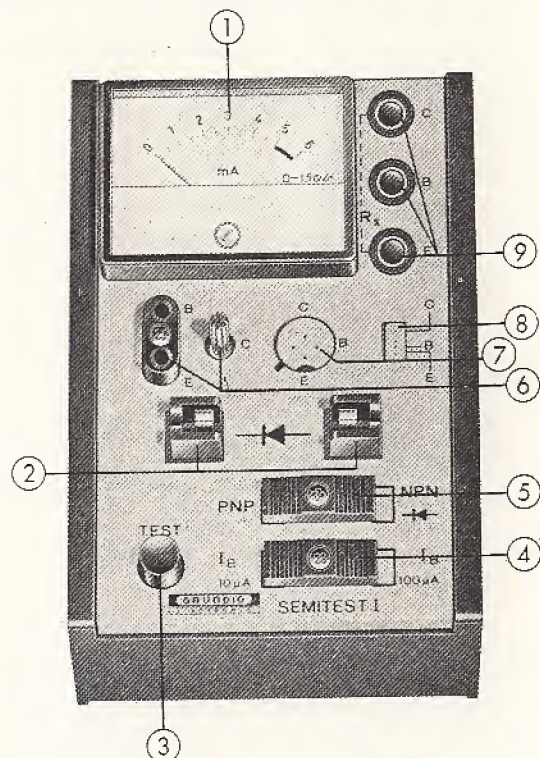
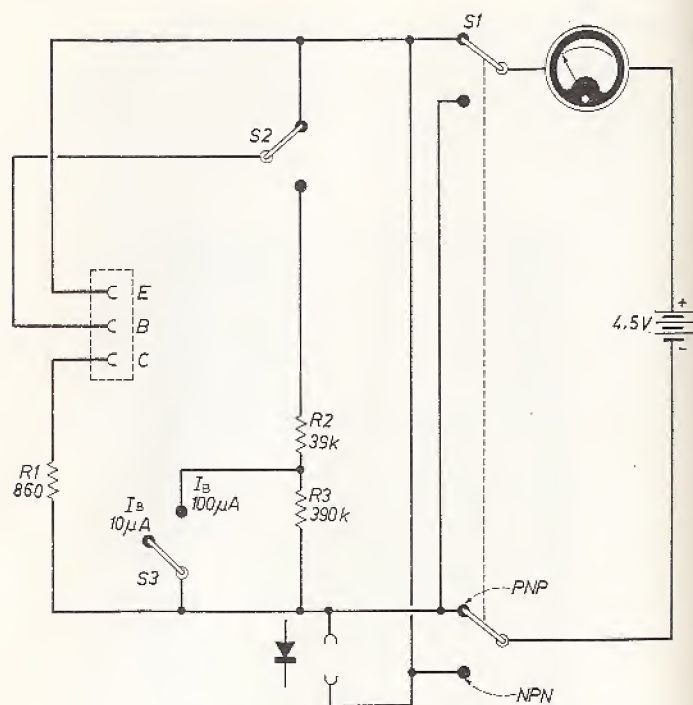

Fig. 7.14 - Prova-transistor Grundig.
Fig. 7.15 - Schema del Semitest I.
Il tester costruito dalla Grundig, mod. Semitest I, è quello di fig. 7.14. Consente verifiche rapide di transistor e di diodi. Lo schema è riportato dalla fig. 7.15.
860 ohm, e con la base ad un inversore a due posizioni, S_2 . L'inversore è a pulsante. Premendolo si ottiene la lettura sullo strumento. È indicato con TEST, in fig. 7.14.
Sono previsti transistor con corrente di base sino a 10 e sino a 100 microampere, e con beta sino a 500 e sino a 50. Il passaggio da una portata all'altra è ottenuto con un inversore a slitta, S_3 in fig. 7.15 e (4) in fig. 7.14.